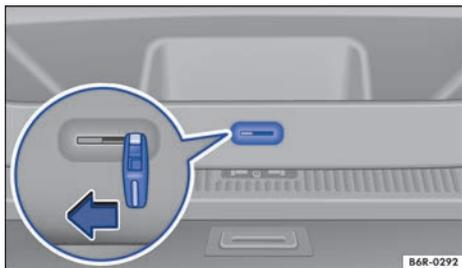

Fig. 69 En el maletero: desbloqueo de emergencia del portón del maletero.
- Busque la ranura del desbloqueo de emergencia en la parte inferior del portón del maletero → fig. 69.
- Desplace la llave en el sentido de la flecha → fig. 69 y empuje el portón hacia fuera hasta que se abra. Al hacerlo extraiga la llave de la ranura.